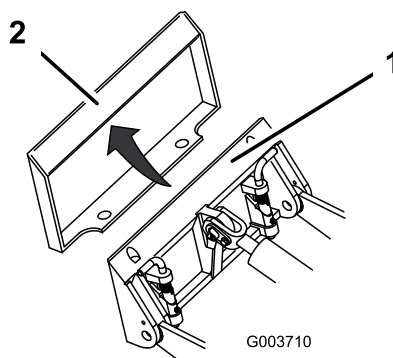

Рисунок 16
4. Вставьте монтажную пластину под верхнюю кромку установочной пластины навесного орудия (**Рисунок 16**).